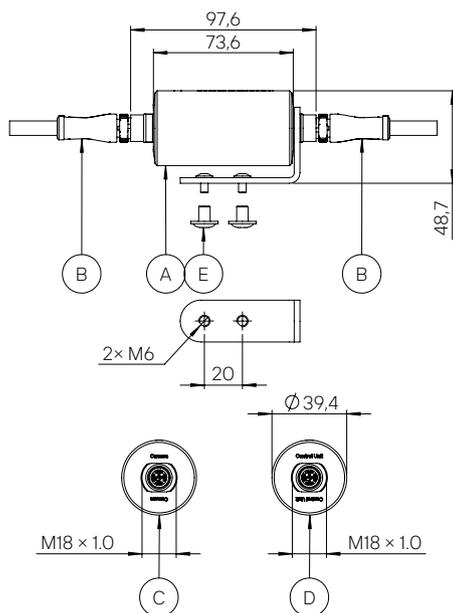

Abbildung 5
Die Länge des Datenkabels zwischen Kamerakopf und Steuerrechner ist auf 20 m begrenzt (siehe Kapitel „Technische Daten“ im Anhang). Mit dem Signalverstärker Rotoclear C-Extender (Abb. 5-A) kann diese Länge erweitert werden. Es können bis zu zwei Signalverstärker pro Kamerakopf in der Zuleitung verwendet werden. Jeder dieser Signalverstärker erhöht die ohne Signalverstärker maximal mögliche Datenkabellänge: Mit einem Signalverstärker ergibt sich eine maximal mögliche
**⚠** Achten Sie auf die Ausrichtung entsprechend der gekennzeichneten Stecker. Das Datenkabel (Abb. 5-B), das an die mit „Head“ beschriftete Seite (Abb. 5-C) angeschlossen wird, muss in Richtung Kamerakopf zeigen. Die mit „Control Unit“ (Abb. 5-D) beschriftete Seite muss in Richtung Steuerrechner zeigen.
Der Halter ist mit zwei M6 Gewinden ausgestattet. Für eine vorder- oder rückseitige Installation des Halters liegen M4 sowie M6 Schrauben (Abb. 5-E) bei.